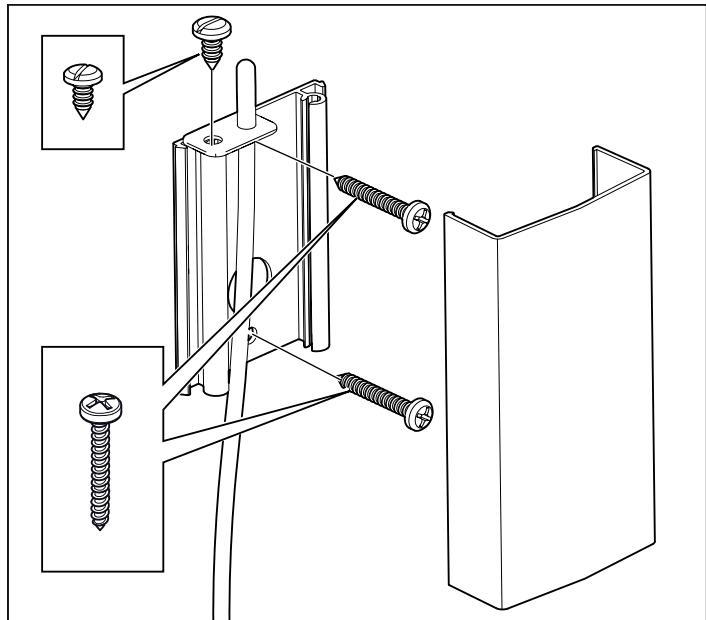
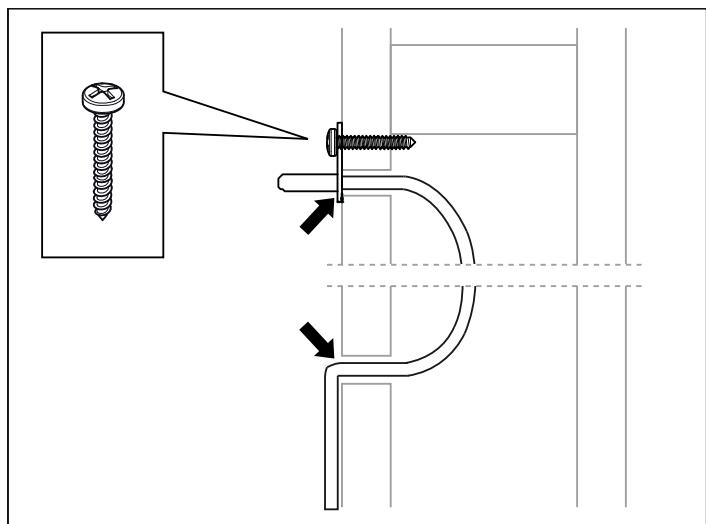

Fig 9: Montering av sensorn
Fig 10: Täta eventuella hål
8. Montera sensorn på väggen, se Fig 9. Termistorledningen kan även dras igenom väggen. Täta eventuella hål i väggen bakom sensorn, se Fig 10. Termistorledningen kan förlängas utanför bastun med svagströmsledning (2-ledare).